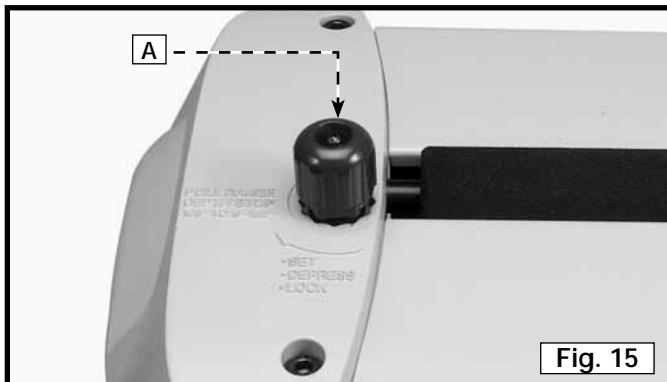

Fig. 15
1. El tope de profundidad (A), Fig. 15, puede utilizarse para ajustar el cabezal portacuchillas a un grosor predeterminado. Puede ajustarse a cualquier profundidad desde 3,2mm (1/8 pulg.) hasta 165 mm (6.5 pulg.) para realizar acepillado repetitivo.
3. Gire el pomo del tope de profundidad (A) Fig. 15 en el sentido de las agujas del reloj hasta que se detenga.